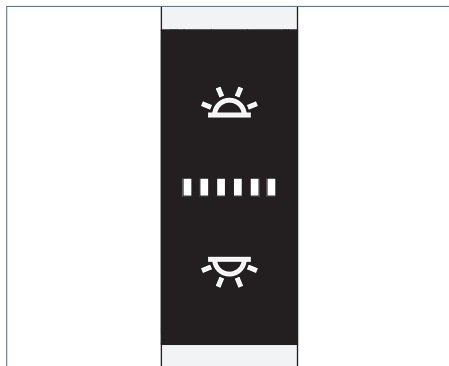

Fig. 13 : Élément de commande.
- Appuyer sur la touche supérieure, voir Fig. 13.
- Appuyer sur la touche inférieure, voir Fig. 13.
- Appuyer sur la touche supérieure et la maintenir enfoncée, voir Fig. 13.
- Appuyer sur la touche inférieure et maintenir cette touche enfoncée, voir Fig. 13.